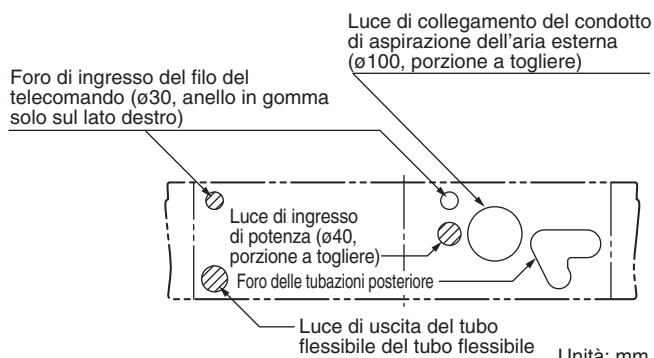
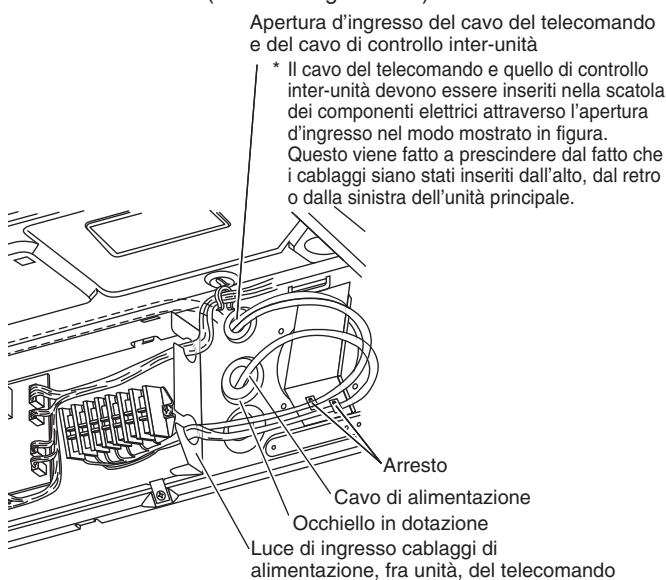

Fig. 3-18
Fig. 3-23
C'è una luce di collegamento per un condotto (foro con pannello a togliere) nel retro a destra del pannello superiore dell'unità interna per trarre in essa aria fresca. Se fosse necessario immettere aria fresca, rimuovere la copertura aprendo così il foro e collegando il condotto all'unità interna attraverso la luce di collegamento. (Fig. 3-18)
- * Quando si mette in posa un tubo verso l'alto o la destra, togliere le parti appropriate e tagliare delle tacche nel pannello laterale (Fig. 3-18).
Le luci di ingresso dei fili del telecomando si trovano anch'esse sul retro ed in alto (per l'uso con un telecomando dotato di filo). Per dettagli, consultare la Fig. 3-18. Per quanto riguarda il metodo usato per inserire il filo, consultare la Fig. 3-23.